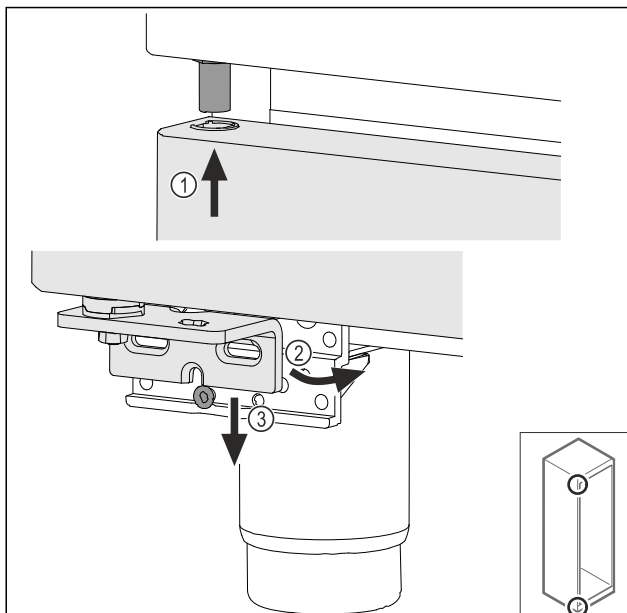

Fig. 70
- Naviňte hore zľahka naklonené dvere Fig. 70 (1), rovno vyrovnajte dvere Fig. 70 (2) a nasadte ich dole na skrutku ložiskovej konzoly Fig. 70 (3).